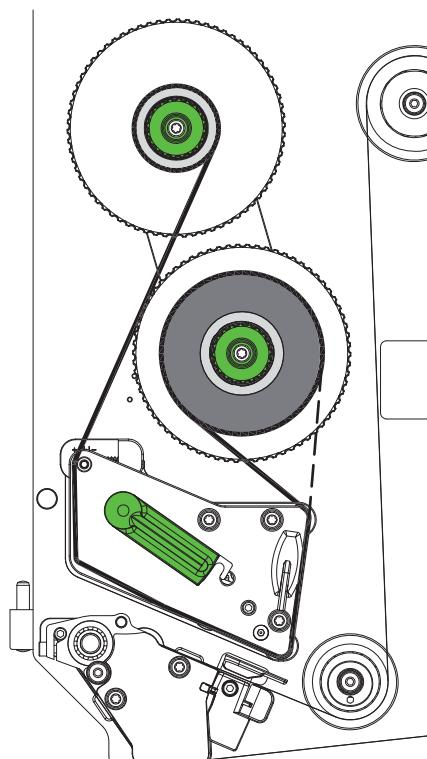

Рис. 19 Ход трансферной ленты
- Поверните рычаг (6) против часовой стрелки, чтобы приподнять печатающую головку.
- Рулон с трансферной лентой (3) сдвиньте до упора на размотчик (4) так, чтобы покрытие ленты после закладки было расположено с обратной стороны относительно печатающей головки.
- Удерживая размотчик (4), поверните вращающуюся ручку (5) против часовой стрелки до фиксации рулона с трансферной лентой.
- Установите подходящий сердечник трансферной ленты (1) на намотчике (2) и закрепите аналогичным образом.
- Проведите трансферную ленту через печатный механический узел, как показано на Рис. 19.
- Закрепите начало трансферной ленты с помощью клейкой ленты на сердечнике (1). При этом намотчик трансферной ленты должен вращаться против часовой стрелки.
- Поверните намотчик трансферной ленты (2) против часовой стрелки, чтобы выровнять ход ленты.
- Поверните рычаг (6) по часовой стрелке, чтобы зафиксировать печатающую головку.